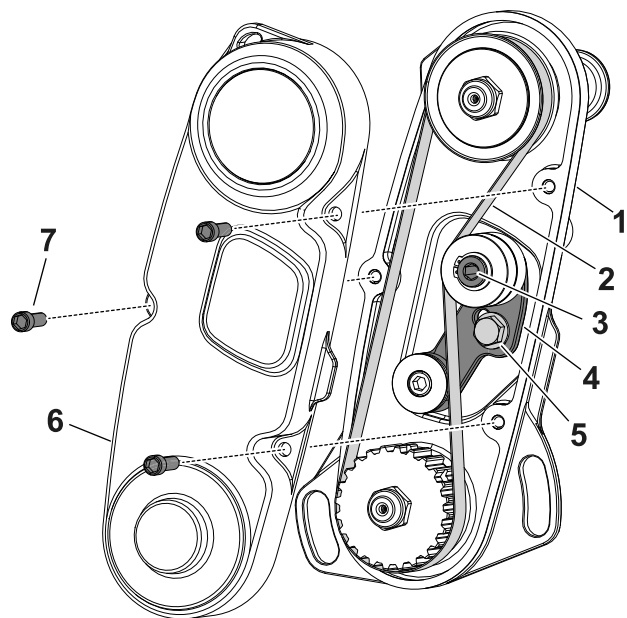

Figura 16
- Îndepărtați capacele curelei pentru a expune curea (Figura 16).
- Slăbiți urubul braului de ghidare i roții braul de ghidare (Figura 16) pentru a elibera tensiunea de pe curea.
- Îndepărtați curea (Figura 16).
6. Instalați curea și tensionați curea prin aplicarea a 6 - 7 N·m la nivelul capului hexagonal intern al brațului de ghidare indicat în Figura 16.